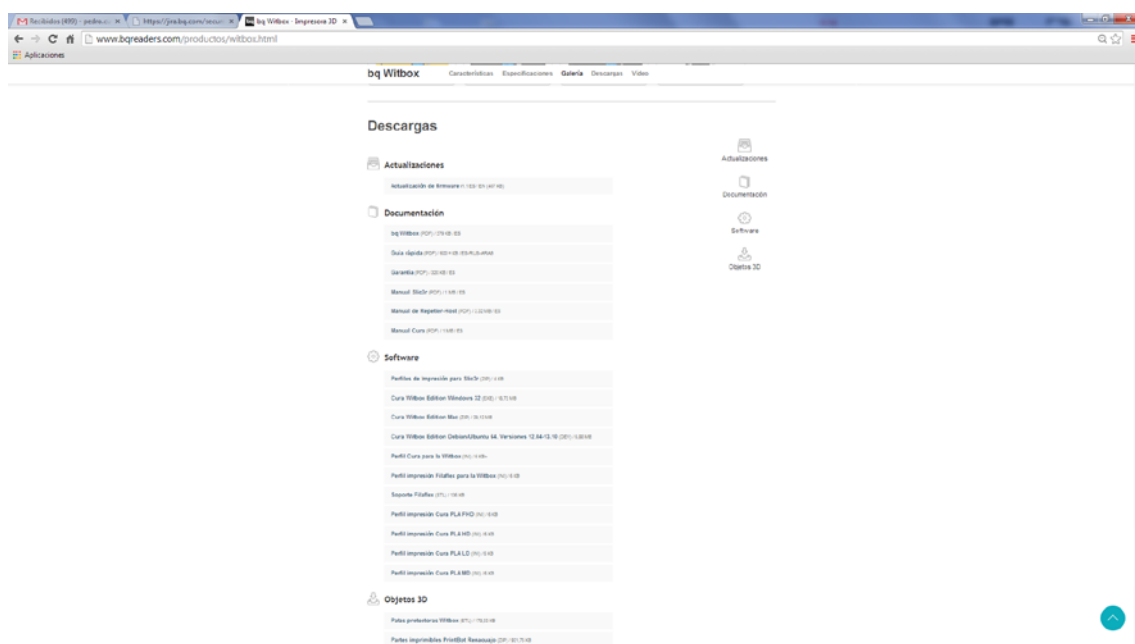

Figure 4.13 Téléchargement du micrologiciel du site officiel de bq
- 1 Télécharger le dernier micrologiciel sur le site officiel de bq www.bq.com (fig. 4.13). Le fichier téléchargé sera au format **.hex**.